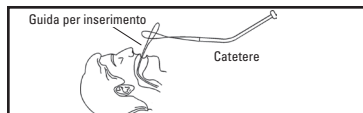

Figura 3
- Far passare la guida per inserimento attraverso l'anello della guida del dispositivo One Step Button (Figura 3).